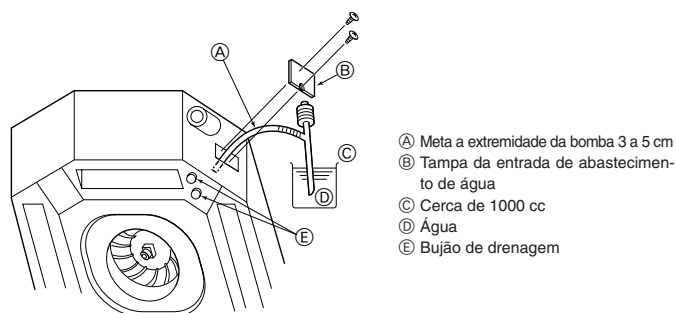

Fig. 6-2
6.1. Verificação da drenagem (Fig. 6-2)